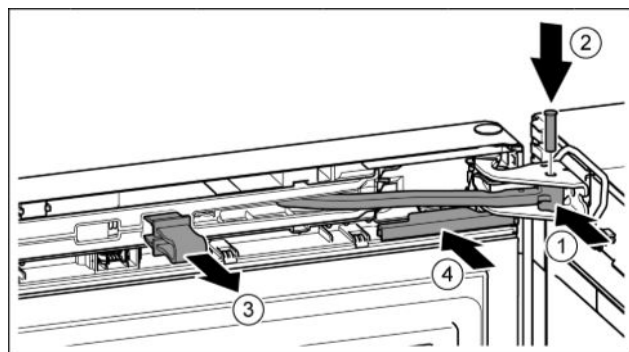

Fig. 47
- ▶ Повернуть шарнир в опорном кронштейне. Fig. 47 (1)
- ▶ Вставить палец в опорный кронштейн и шарнир. При этом следить за тем, чтобы выступ фиксатора занимал правильное положение в пазу. Fig. 47 (2)
- ▶ Снять предохранитель. Fig. 47 (3)
- ▶ Надвинуть крышку. Fig. 47 (4)